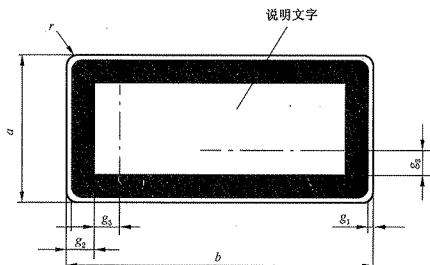

图 C. 1 激光辐射窗口标志的图形与尺寸
C. 1.1 激光辐射窗口标志为带说明文字的长方形(见图 C. 1),其位置应在紧贴“当心激光”警告标志下边界的正下方。
C. 1.3 激光辐射窗口标志说明文字应写在激光辐射窗口标志规定的长方形边框中(见图 C. 1),文字的位置在激光辐射窗口标志 g_3 尺寸规定的虚线框内。
激光产品辐射分类说明标志为带说明文字的长方形(见图 C.1),图形、尺寸、文字位置同 C.1.1、C.1.3、C.1.4 的规定。说明文字的内容必须严格按照不同的辐射分类给予说明。
C.3.1 激光辐射场所安全说明标志为带说明文字的长方形(见图 C.1),图形、尺寸、文字位置同 C.1.1、C.1.3、C.1.4 的规定。说明文字的内容按照不同的辐射分类给予相应的说明。